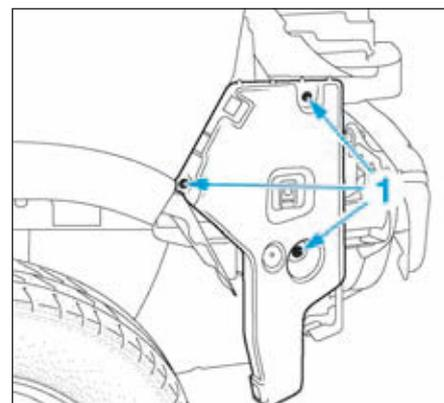

FIG.124
- Déposer, de chaque côté du véhicule, les trois vis (1) (Fig.124) de contre-lame de bouclier.